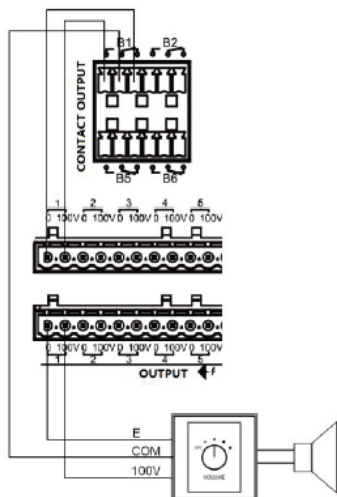
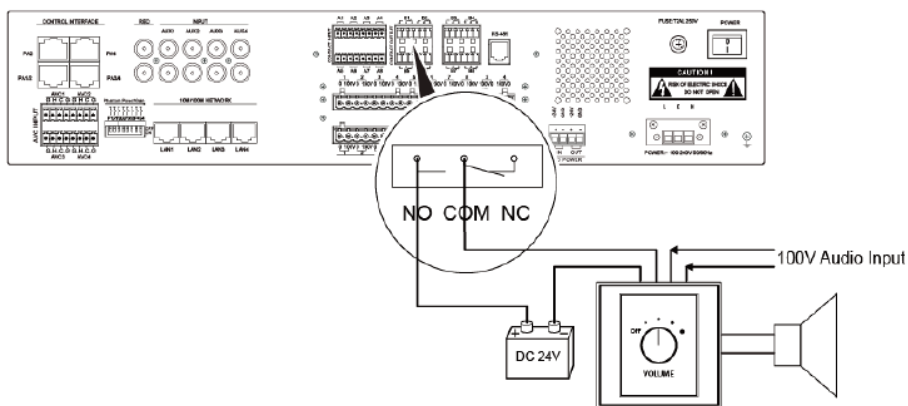

Figura 22 Diagrama esquemático de la conexión del ZS-2000M y del controlador de volumen de tres líneas
Figura 23 Diagrama esquemático de la conexión del ZS-2000M y del controlador de volumen de cuatro líneas
3. Conecte el equipo externo o el interruptor al otro extremo del cable de salida de contacto seco. La Figura 22 es un diagrama esquemático de la conexión del ZS-2000M y del controlador de volumen de tres líneas. La Figura 23 es un diagrama esquemático de la conexión del ZS-2000M y del controlador de volumen de cuatro líneas.